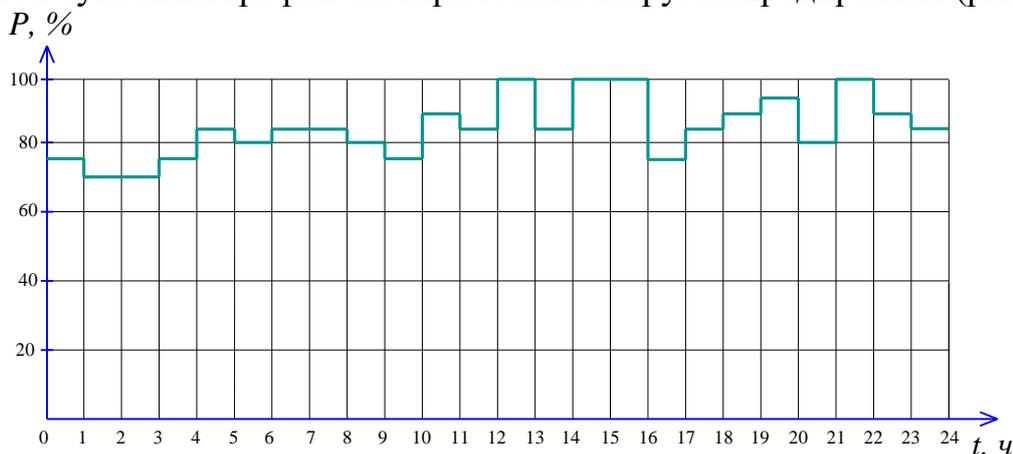

Рисунок 1 – Типовой суточный график электрических нагрузок предприятия тяжелого машиностроения
- 1) Типовой суточный график электрических нагрузок предприятия (рисунок 1).